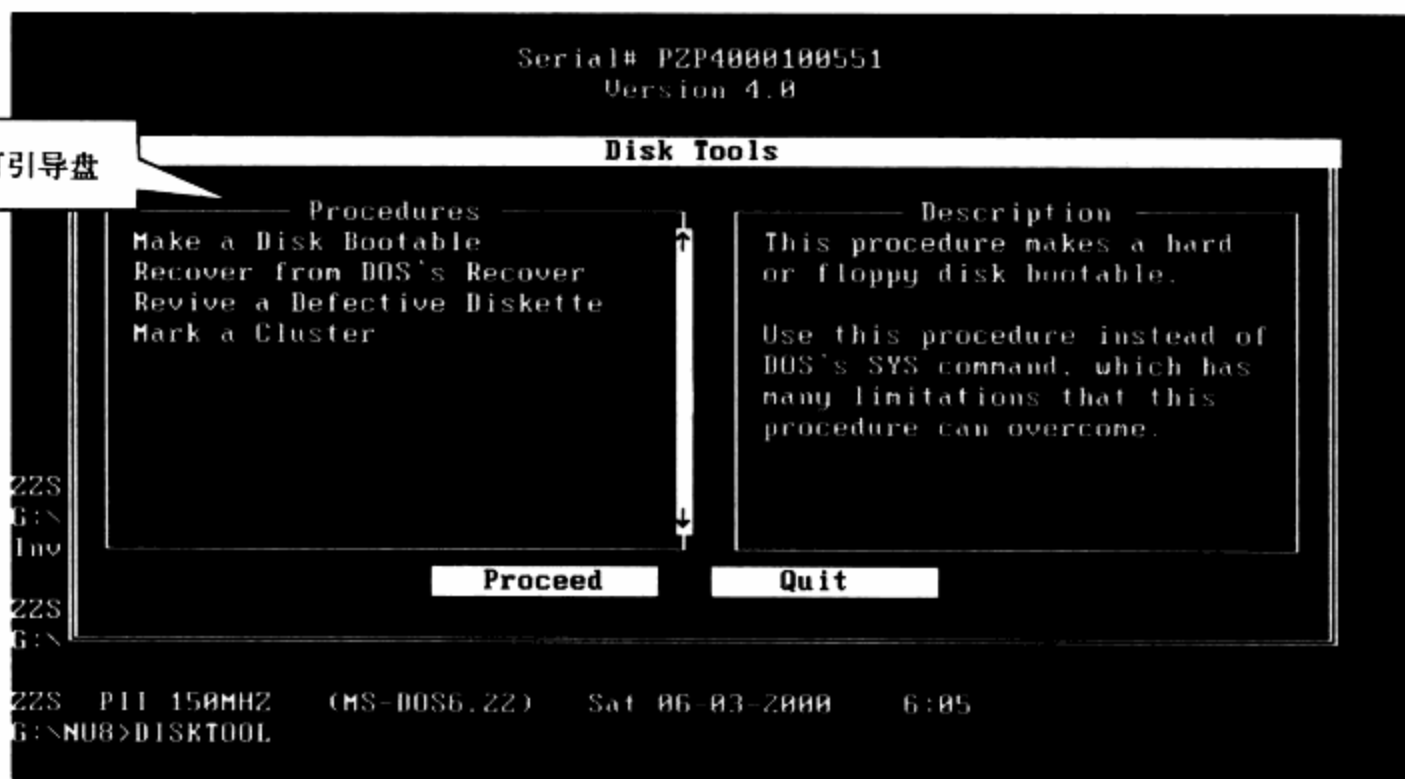

图14-3 Norton中的Disk Tools功能主菜单
**步骤 02** 在DOS提示符下键入DISK TOOL, 按Enter键后, 即在屏幕上出现Disk Tools功能菜单。选中Make a Disk Bootable项。如图14-3所示。